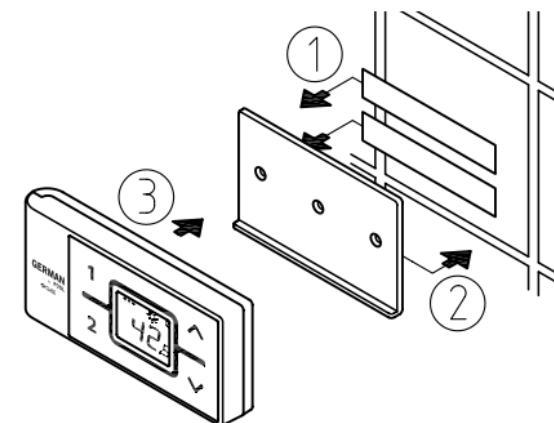
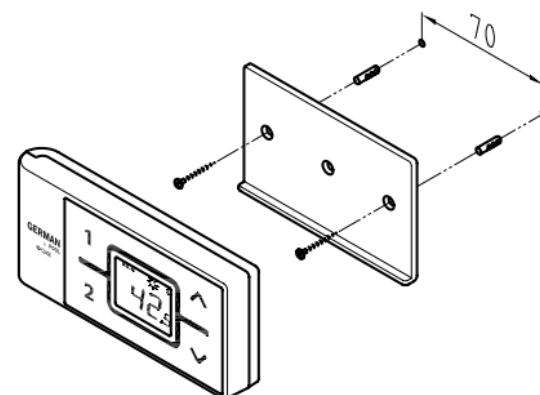

图1：
图2：
- 遥控器挂接背板可以用随附的胶带，撕掉保护膜（如图1所示），贴在坚硬的板状物上（如瓷砖），也可用定位销（Ø 4mm）和螺钉固定（如图2所示）。